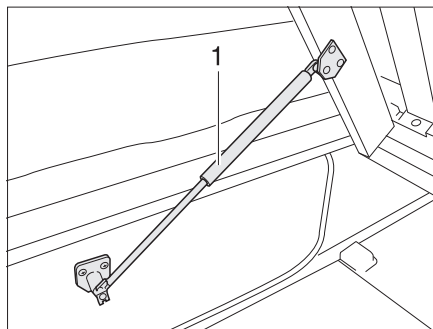

Fig. 178 Letto fisso
- Sollevare il telaio portamaterasso. Le molle a gas (Fig. 178,1) mantengono il telaio portamaterasso in posizione di apertura.